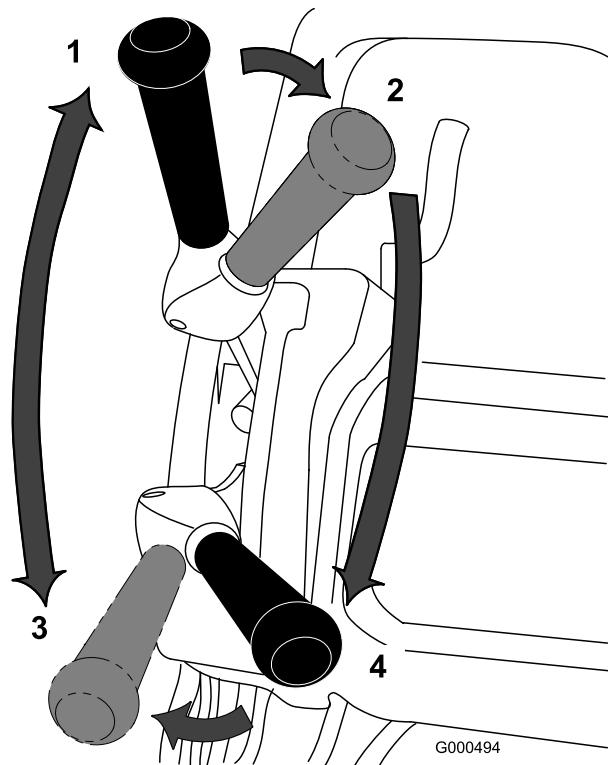

Figura 26
1. Avviate il motore, impostate l'acceleratore a bassa velocità, abbassate la stegola per sollevare l'apparato di taglio, premete il comando presenza dell'operatore, spostate la leva della trazione in posizione di innesto e trasportate il tosaerba sul bordo del green (Figura 26).
2. Spostate la leva della trazione in posizione di disinnesto, ed innestate la leva di trasmissione del cilindro (Figura 26).
3. Portate la leva della trazione in posizione di innesto, e aumentate la velocità dell'acceleratore finché il tosaerba non si sposta alla velocità opportuna. Portate il tosaerba sul green, abbassate la parte anteriore del tosaerba ed iniziare a tosare (Figura 26).